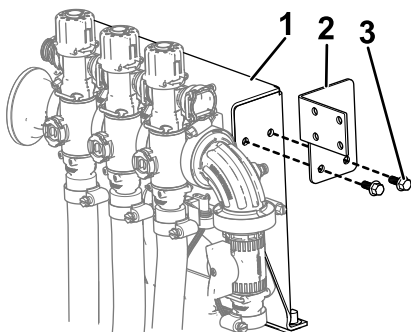

図 17
2. バルブマウントフレームにバルブ取り付けブラケットを取り付けるフランジヘッドボルト $\frac{1}{4}$ x 0.625"2本を使用して図 17のように取り付ける。